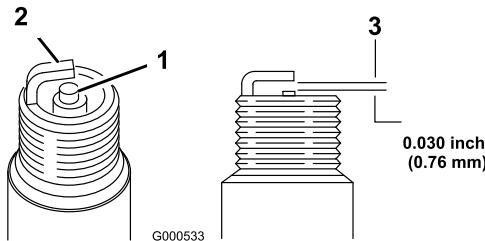

Figure 30
- Contrôlez l'écartement entre l'électrode centrale et l'électrode latérale (Figure 30). Courbez l'électrode latérale (Figure 30) si l'écartement est incorrect.
- Examinez le centre de la bougie (Figure 30). Si le bec de l'isolateur est recouvert d'un léger dépôt gris ou brun, le moteur fonctionne correctement. S'il est couvert d'un dépôt noir, c'est généralement signe que le filtre à air est encrassé.